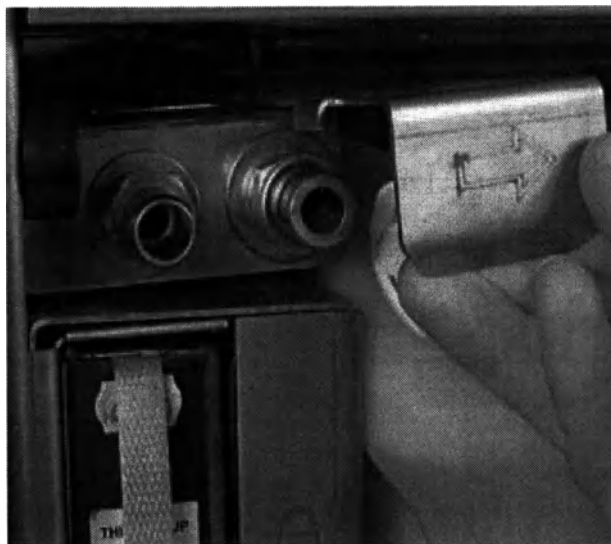

Рисунок 52. Клапан наполнения/слива открыт слева линия подачи реагентов справа - парафина
Линия автоматического заполнения/слива и наполнения парафином находится над угольным фильтром в шкафу с реагентами (см. рис. 52). Защитная крышка закрывает выводные линии. Линия с парафином подогревается, чтобы парафин не затвердел.
- Перед сливом парафина, откройте верхнюю дверцу шкафа с реагентами, откройте крышку заполнения/слива (назад) и установите шланг для слива парафина (правила подключения на рис. 52).